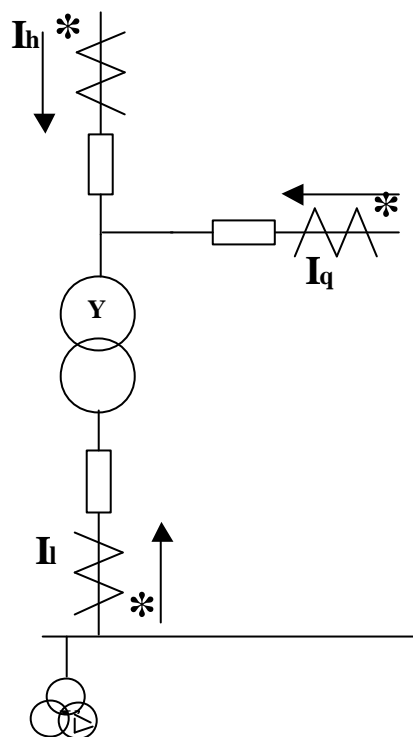

图 3.4 电流互感器连接极性
1) 变压器各侧电流互感器二次均采用星型接线（也可选择按常规接线），其二次电流直接接入装置，从而简化了 CT 二次接线，增加了电流回路可靠性，便于 CT 断线的判别。电流互感器各侧极性都以指向变压器为同极性端，见图 3.4。